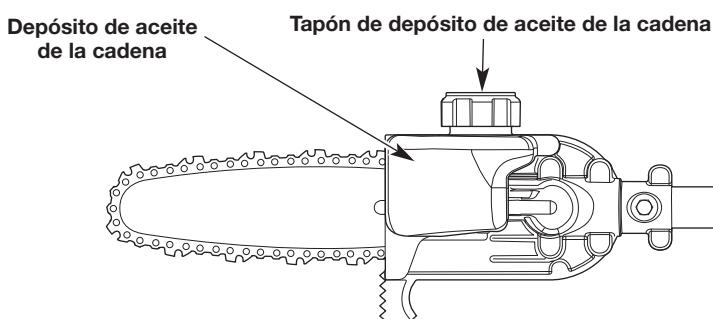

Fig. 2
- Saque el tapón del depósito de aceite de la cadena (Fig. 2).
- Vierta el aceite en el depósito de la cadena hasta llenarlo (Fig. 2).